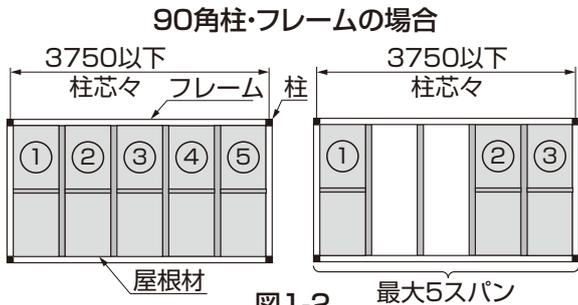
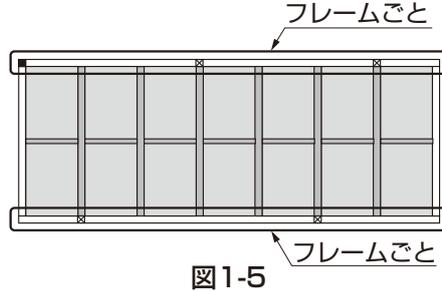

図1-2
図1-5
1-4 柱の設置について ※図1-2～図1-5はダブルの説明図ですがシングルも同様です。
- 間柱に載せられる屋根材は最大5スパン(150フレームは6スパン)です。(図1-2、1-3参照)
- 屋根材枚数が5スパン(150フレームは6スパン)以下であれば連続性は自由です。(図1-2、1-3参照)
- 以上のルールがフレーム一列ごとに適応するようにしてください。(図1-5参照)